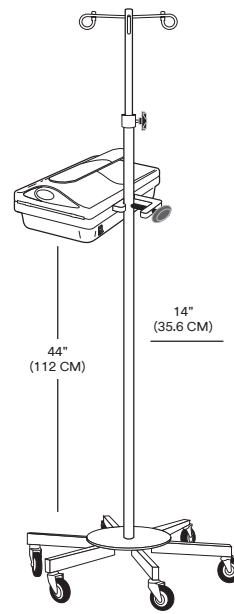

Figura 3
1. Conecte a unidade de aquecimento de sangue/fluidos Ranger ao suporte para I.V. Aperte bem a braçadeira do suporte (consulte a Figura 3).